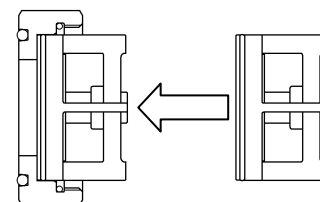

図12
- ④ 逆止弁押さえに逆止弁を取り付けてください。(図12)
- ⑤ 逆止弁押さえを仕切弁に取り付けてください。
- ⑥ メータガイドをボルトへ取り付けてください。